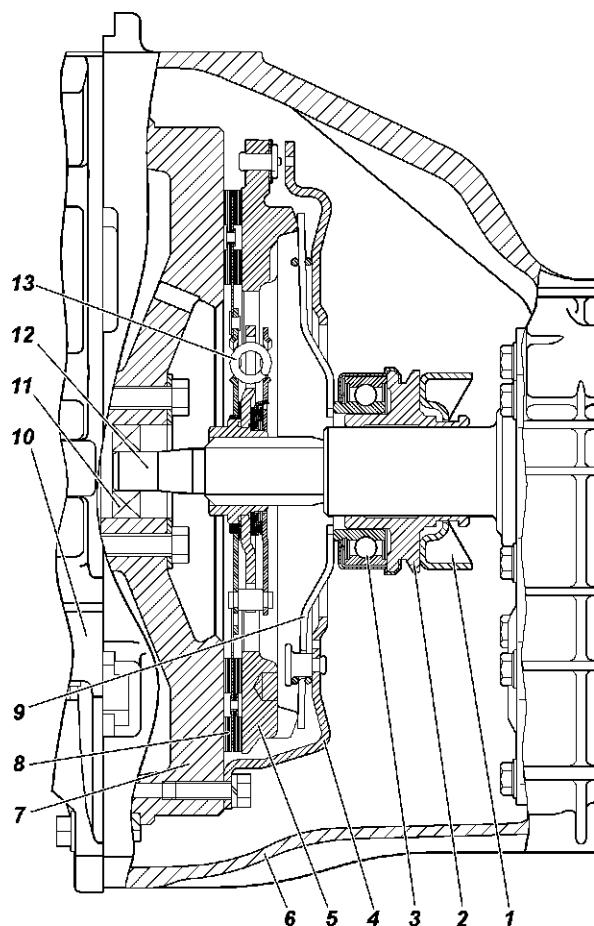
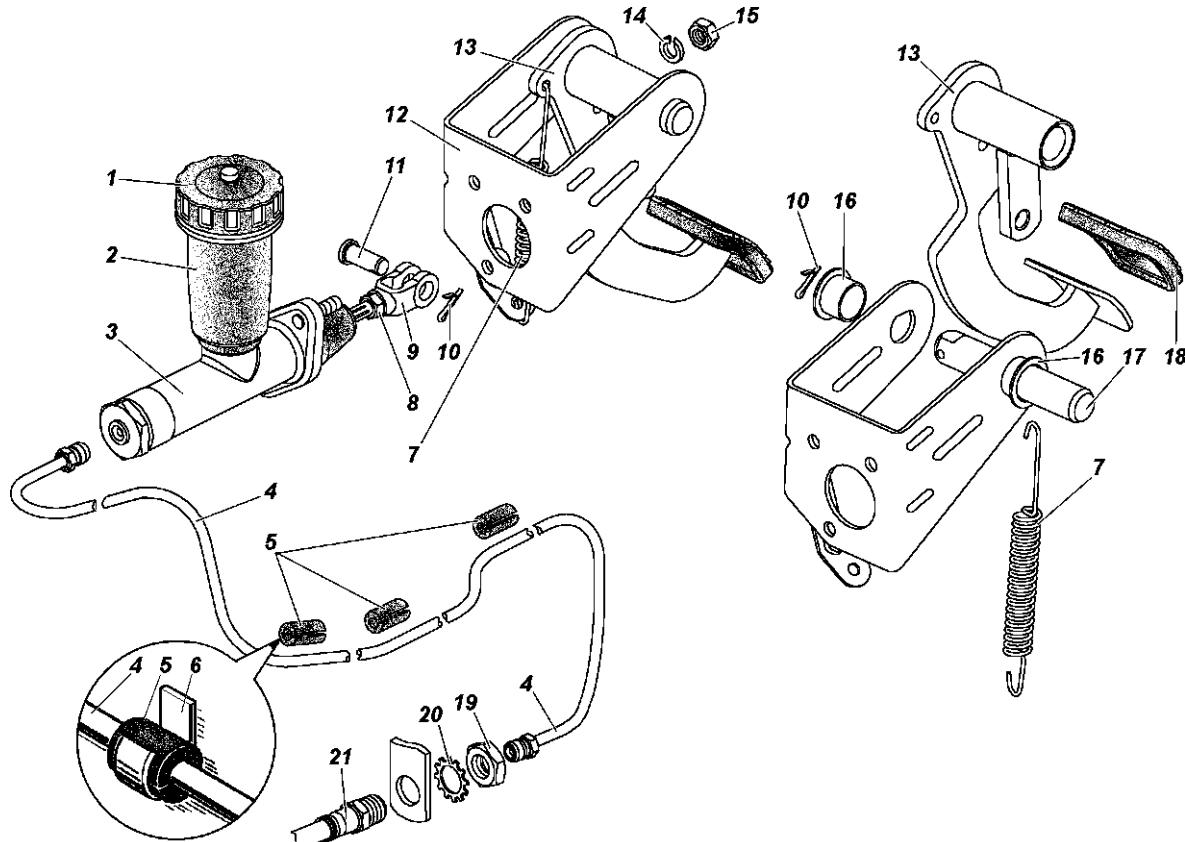

Рис. 5.1. Сцепление:
Рис. 5.2. Привод выключения сцепления (педаль, главный цилиндр и трубопровод):
Сцепление (рис. 5.1) автомобиля сухое, однодисковое, с центральной нажимной пружиной диафрагменного типа. Привод выключения сцепления (рис. 5.2, 5.3) – гидравлический.
- Снимите муфту 2 (см. рис. 5.1) с подшипником 3 и вилку 1 выключения сцепления с крышки первичного вала коробки передач.